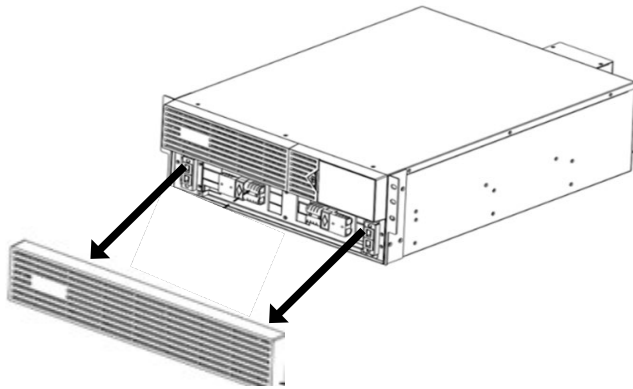
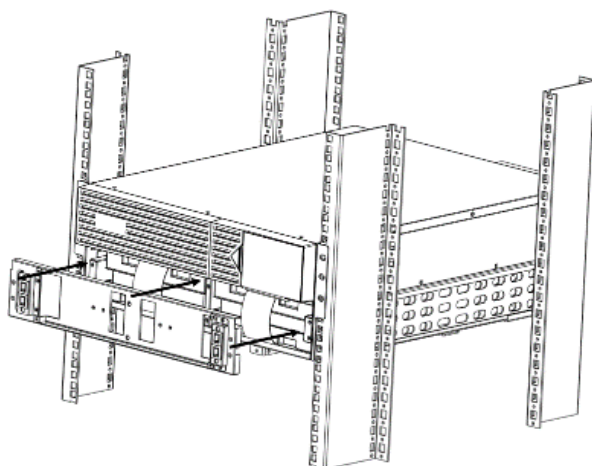

Figure 1
Figure 9
1. Retirez le couvercle du panneau avant du boîtier de batterie de l'onduleur. (Fig. 1)
6. Remplacez le support de retenue de la batterie (Fig. 9)
Retirez le couvercle de la batterie de l'onduleur en le tirant par l'avant. Aucun outil n'est requis (FIG. 1). Alignez le connecteur Black Anderson et poussez-le ensemble. Remettez le couvercle de la batterie en place sur le panneau avant (FIG. 9).